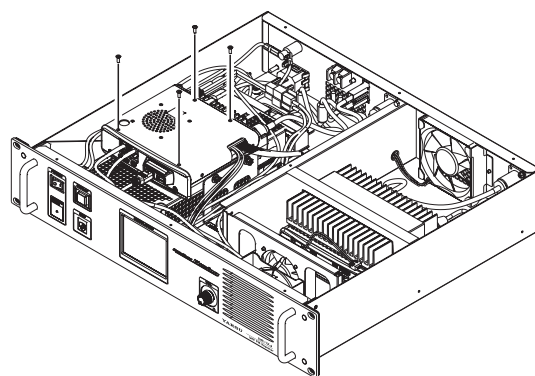

図2
4. 受信ユニット上面カバーのねじ（4本）を外して、カバーを外します（図2）。